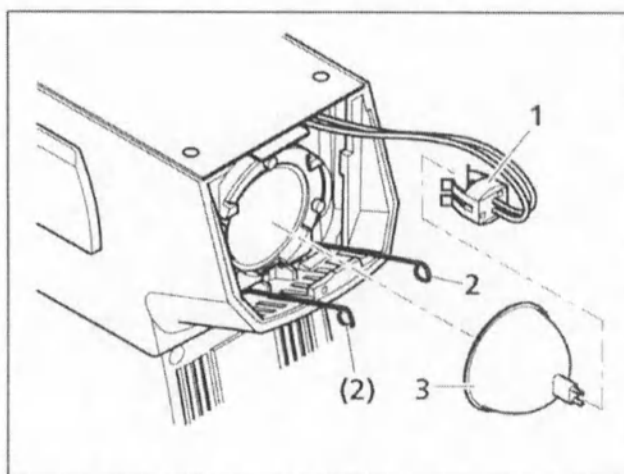

Рисунок 3-21. Извлечение 12В 50Вт галогенной лампы
- Извлеките патрон лампы (рисунок 3-21/1) из галогенной лампы (рисунок 3-21/3).
- Нажмите на зажимные скобы (рисунок 3-21/2) по обоим концам держателя лампы и потяните их вниз.
- При замене лампы, извлеките осветительное устройство (рисунок 3-21/3).